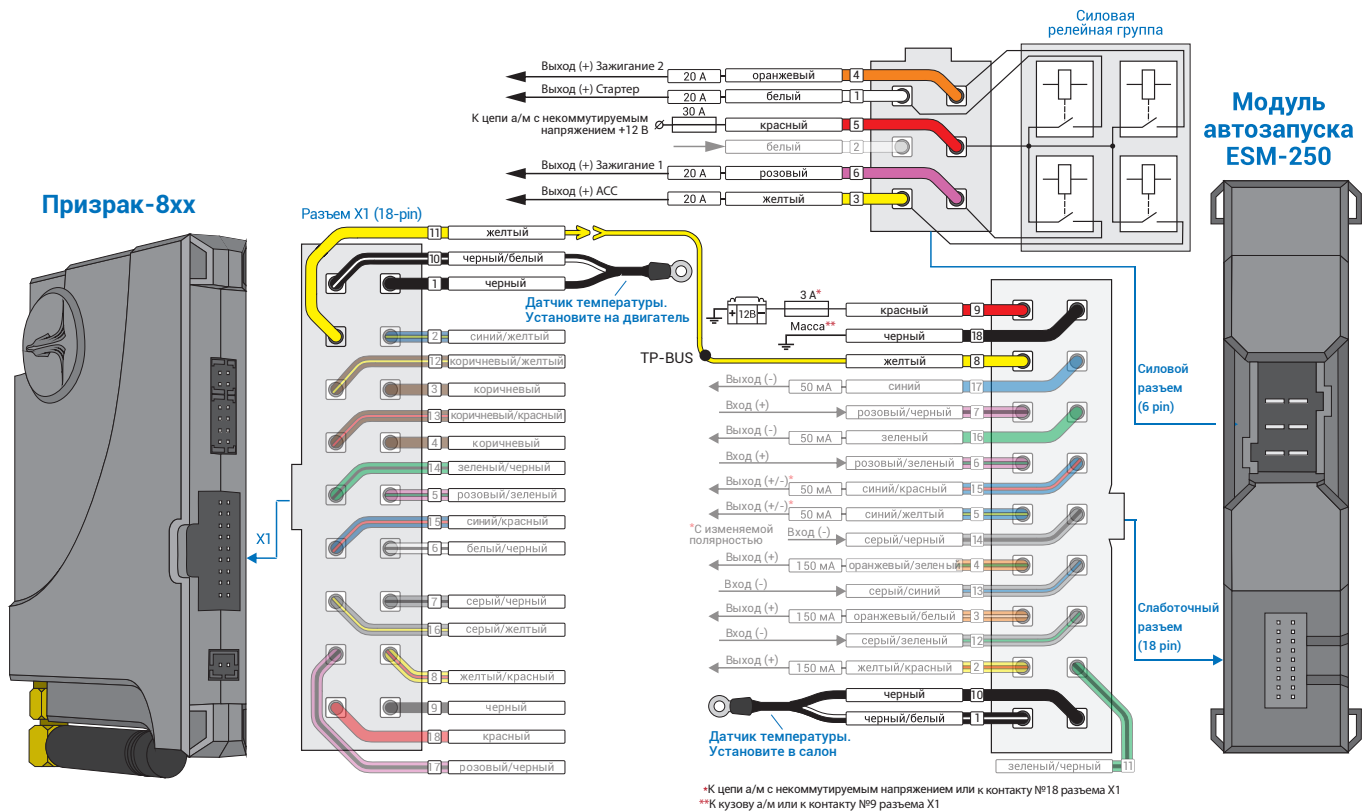
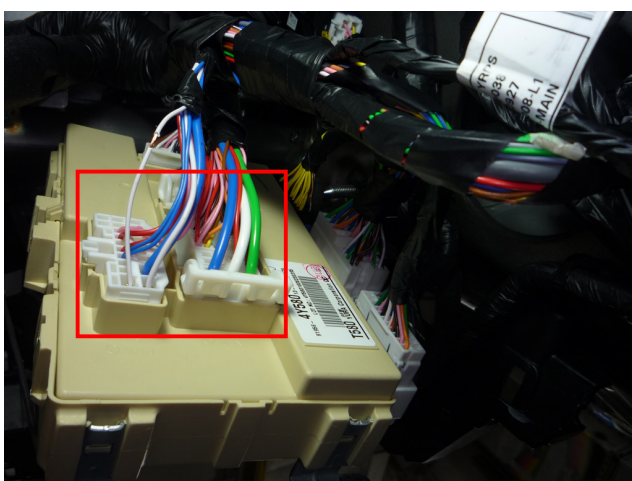

Рис.4 Подключение модуля автозапуска ESM-250
Рис.5 Место подключения к силовым цепям запуска двигателя
4. Подключите модуль автозапуска ESM-250 – выводы модуля, которые требуется подключить выделены на рис. 4. Подключение производится в белом разьеме на тыльной стороне монтажного блока (см. рис. 5, 6).